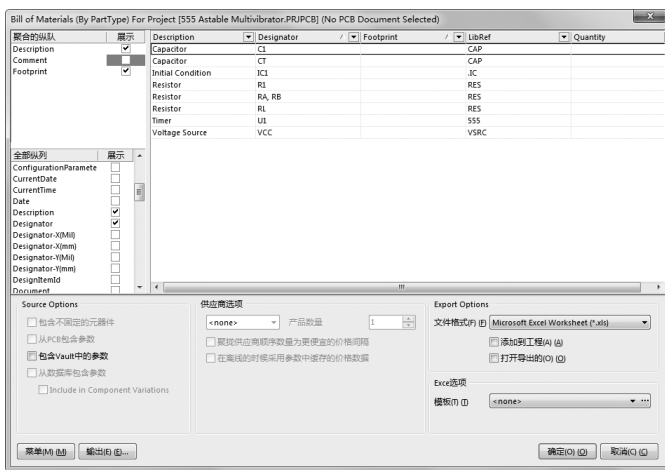

图 4-22 元件的归类显示
- “全部纵列” 列表框：用于列出系统提供的所有元件属性信息，如 Description（元件描述信息）、Component Kind（元件种类）等。对于需要查看的有用信息，勾选右侧与之对应的复选框，即可在元件报表中显示出来。在图 4-22 中，使用了系统的默认设置，即只勾选了 “Comment”（注释）、“Description”（描述）、“Designator”（指示符）、“Footprint”（封装）、“LibRef”（库编号）和 “Quantity”（数量）6 个复选框。
例如，我们勾选了“全部纵列”列表框中的“Description”（描述）复选框，将该选项拖到“聚合的纵队”列表框中。此时，所有描述信息相同的元件被归为一类，显示在右侧的元件列表中，如图 4-22 所示。